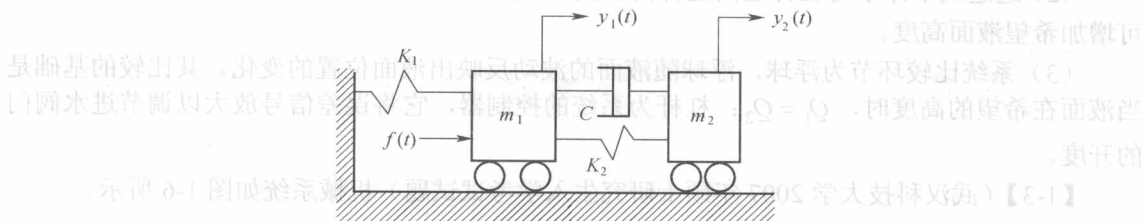

图 1-4
**【1-1】** (武汉大学 2008 年硕士研究生入学考试试题) 自由度质量—弹簧—阻尼系统如图 1-4 所示，试求：
(1) 建立该系统的动力学方程，其中  $f(t)$  为输入的作用力。
(2) 若质量  $m_1$  可忽略不计，求系统传递函数  $Y_2(s)/F(s)$ 。